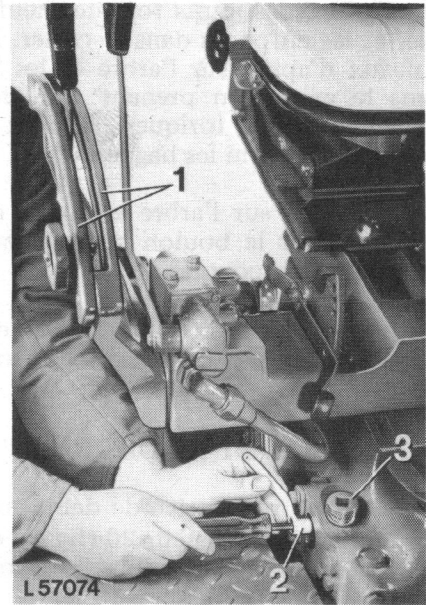

Fig. 8 — Réglage de la timonerie de commande de soupape et du point mort du levier de commande
Enlever le bouchon 3 (fig. 8 et 9) du carter de relevage.
Amener le moteur au régime de 2000 tr/mn. et placer le levier de système en D (I). Déplacer ensuite le levier de commande vers l'arrière jusqu'à ce que les bras de relevage commencent juste à monter. Marquer l'emplacement sur le bord supérieur 1 (fig. 8) du secteur. Déplacer le levier vers l'avant jusqu'à ce que les bras commencent à descendre. Marquer de même cet emplacement sur le bord du secteur. L'écart entre ces deux marques représente le point mort du levier de commande. La cote exacte est indiquée aux données de réparation.